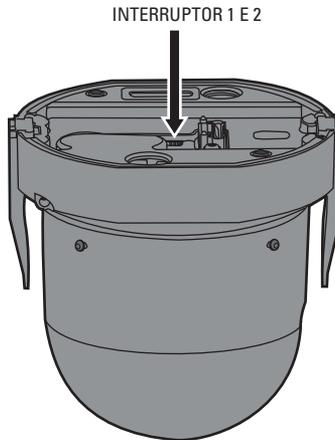

Figura 12. Configuração dos interruptores DIP
1. Se planeja ver vídeos usando tanto a conexão analógica quanto a IP, configure os interruptores DIP na parte superior do dome drive do Spectra IV (consulte figura 12). Para as configurações do interruptor DIP, consulte os rótulos localizados na parte superior do dome drive ou consulte *Configurações do interruptor* on page 28. Se planeja ver vídeos usando somente a conexão IP, não é necessário configurar os interruptores DIP.